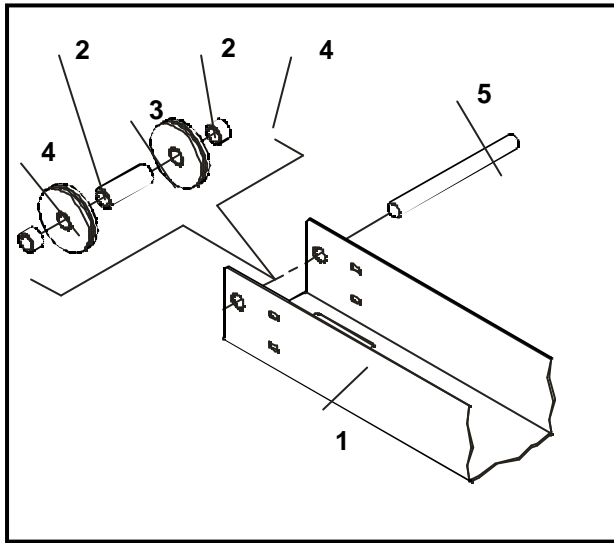

Fig.39
9 - Prendere la trave superiore (1) (Vedere Fig.39) e montare ad ognuna delle sue estremità: due puleghe (2), un distanziale lungo (3), due distanziali corti (4) e il perno (5).
9 - Mount two pulleys, (2), one long spacer (3), two short ones (4) and one pin (5) on each end of the upper beam (1, see fig.39).